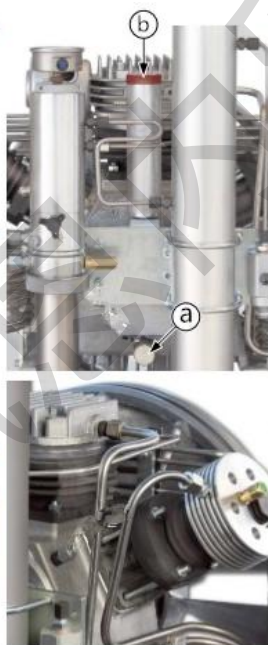

图 4-1-1
- 1、把一个容器放在放油口（a）的下面，让润滑油流入放油的容器中（容器的容量至少需要 3L）；见图 4-1-1
- 2、拔出注油口的盖子（b）；见图 4-1-1
- 3、用扳手拧开放油口的盖子（a），全部排出润滑油；见图 4-1-1
- 4、拧回放油口盖子（a）；见图 4-1-1
- 6、放回加油口盖子（b）；见图 4-1-1